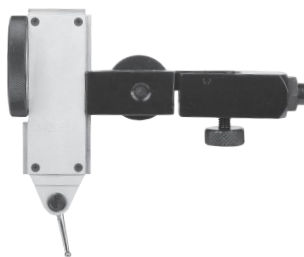

Abb.2
- Sie kann direkt mit der Schwalbenschwanznut befestigt werden (Abb.2)